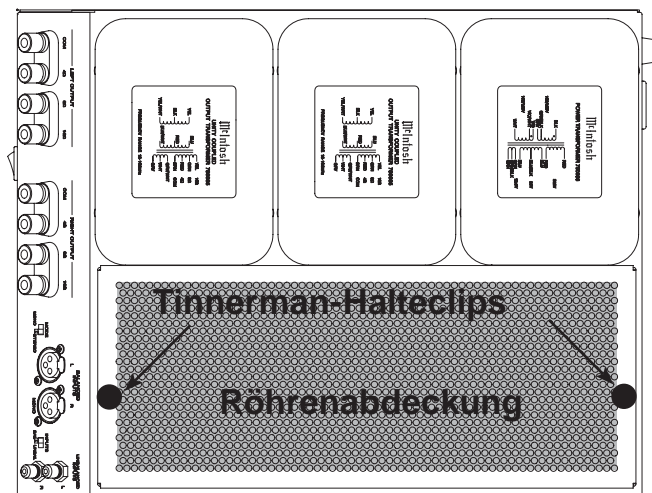

Abbildung 1
2. Nehmen Sie die Röhrenabdeckung vom Chassis des MC275 ab, indem Sie diese an beiden Seiten abheben. Siehe Abbildung 1.